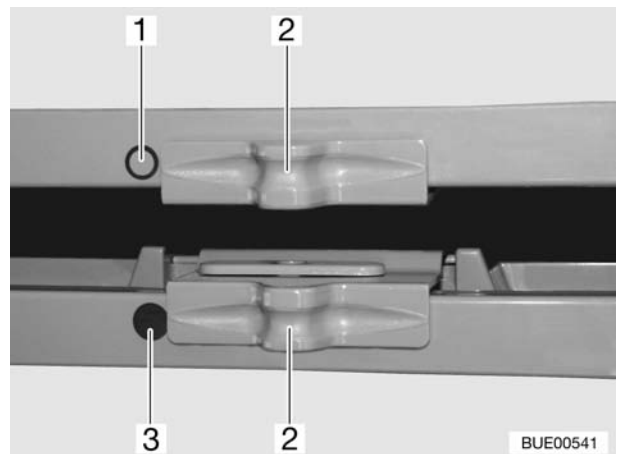

Fig. 173 Bloccaggio della porta del frigorifero/
- Spingere il bloccaggio (Fig. 173,2) di lato in modo che l'anello "O" (Fig. 173,1) sia visibile.
- Spingere il bloccaggio (Fig. 173,2) di lato in modo che l'intero punto "●" (Fig. 173,3) sia visibile.